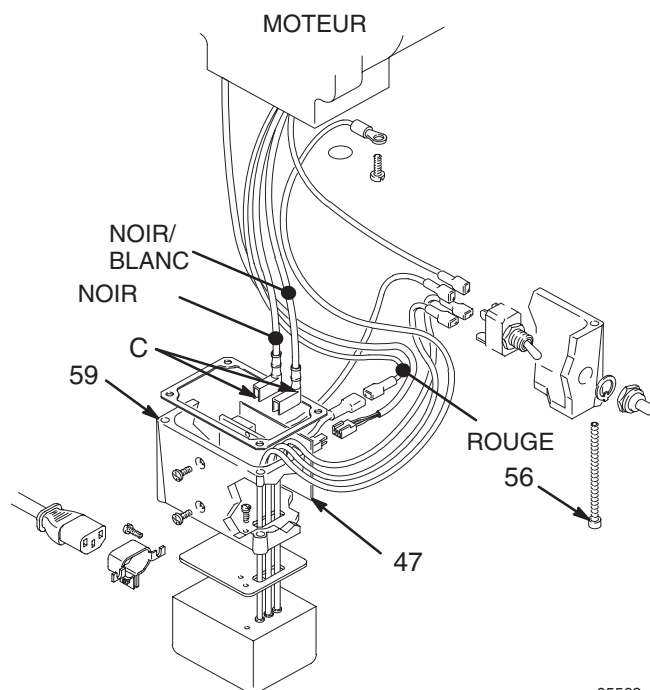

Fig. 14
Retirer les vis (56) de la boîte de jonction. Abaisser celle-ci. Débrancher les deux fils (C) reliant le moteur à la carte (47). Voir Fig. 14.